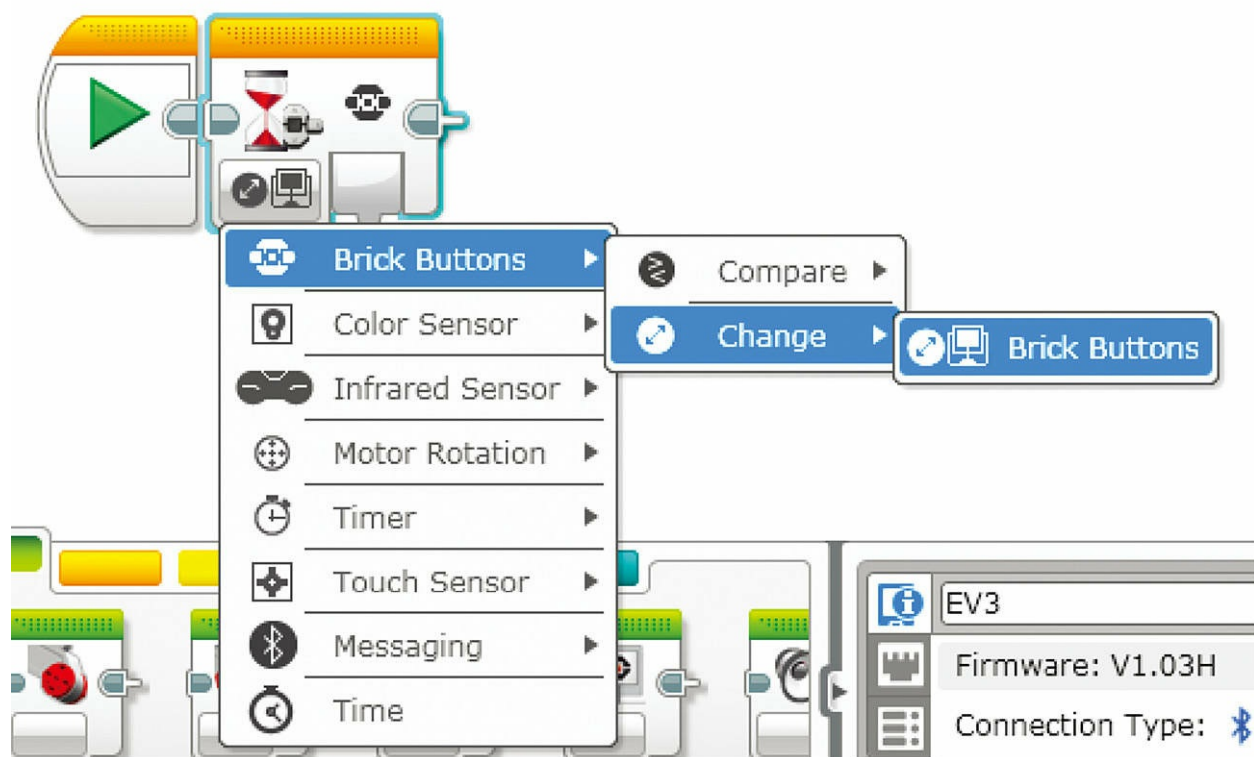

图8.12 这个设置会等待任何一个内建的程序块按钮被按下
5. 等待模块可以等待所有类型的事件发生。现在，你需要等待，直到将传感器放置到测试轨道的白色区域。最简单的方法是用EV3自身的按钮，当然这没有什么具体的原因。让我们创建一个等待模块直到任何按钮被按下。为了实现这个操作，设置等待模块左下角的区域为“程序块按钮——更改——程序块按钮”（如图8.12所示）。